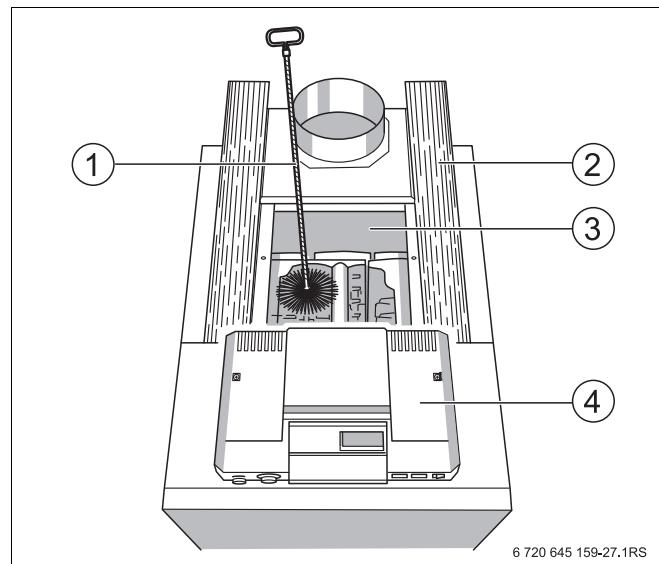

Рис. 40 Чистка газоотводящих каналов
- Откинуть в сторону теплоизоляцию (Рис. 40, **поз. 2**).
- Снять крышку для чистки коллектора дымовых газов (Рис. 40, **поз. 3**).
- Прочистить газоотводящие каналы щеткой для чистки (Рис. 40, **поз. 1**).
- Удалить крышку для чистки с коллектора дымовых газов (Рис. 40, **поз. 3**).